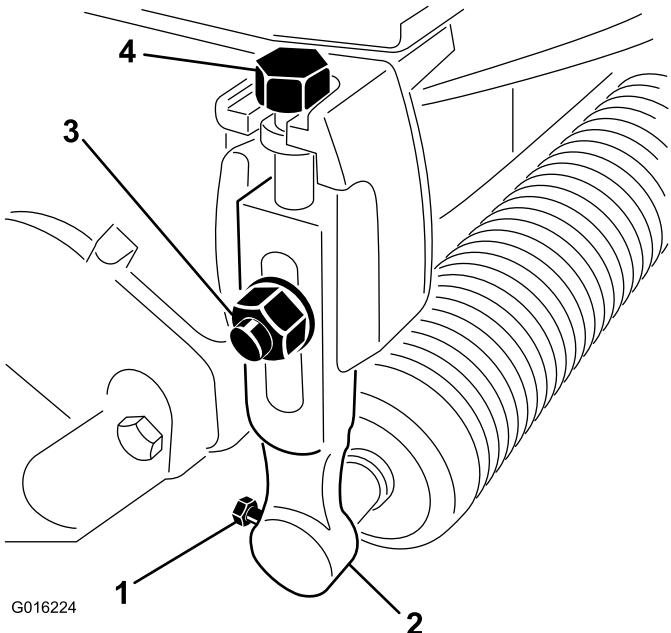

图1
2. 旋松将前滚筒两端固定至剪草高度臂的螺丝 图 1。
3. 卸下将剪草高度臂固定至滚刀组两端的防松螺栓、垫圈和锁紧螺母 图1。卸下剪草高度臂和滚筒组件。
- 4. 从剪草高度臂上卸下剪草高度调整螺丝 图1。